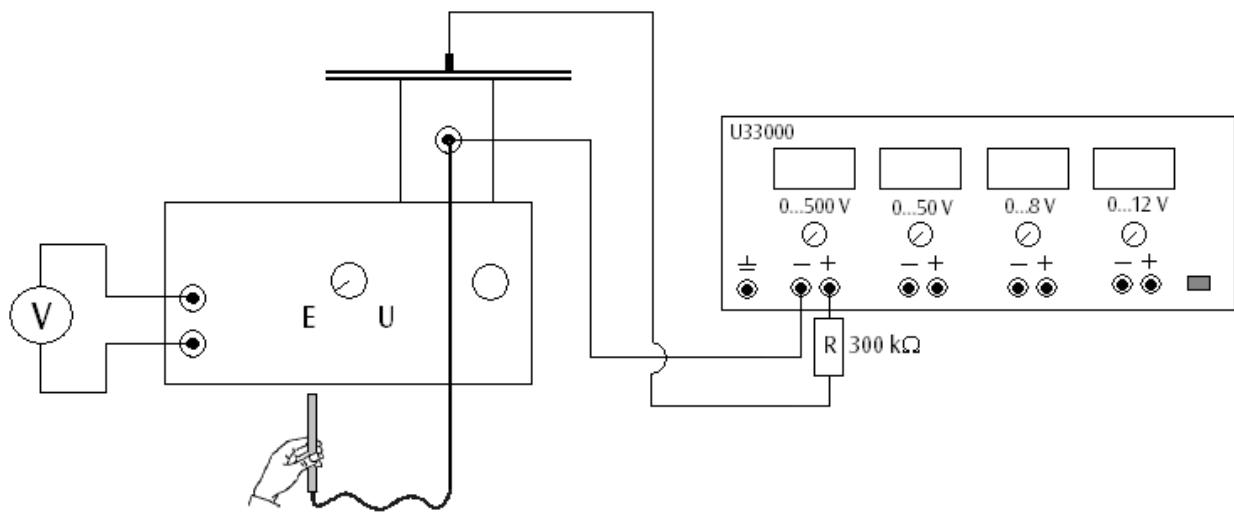

Fig. 2 Détermination de l'intensité de champ d'un condensateur à plaques
- Montez l'expérience comme le montre la fig. 2.